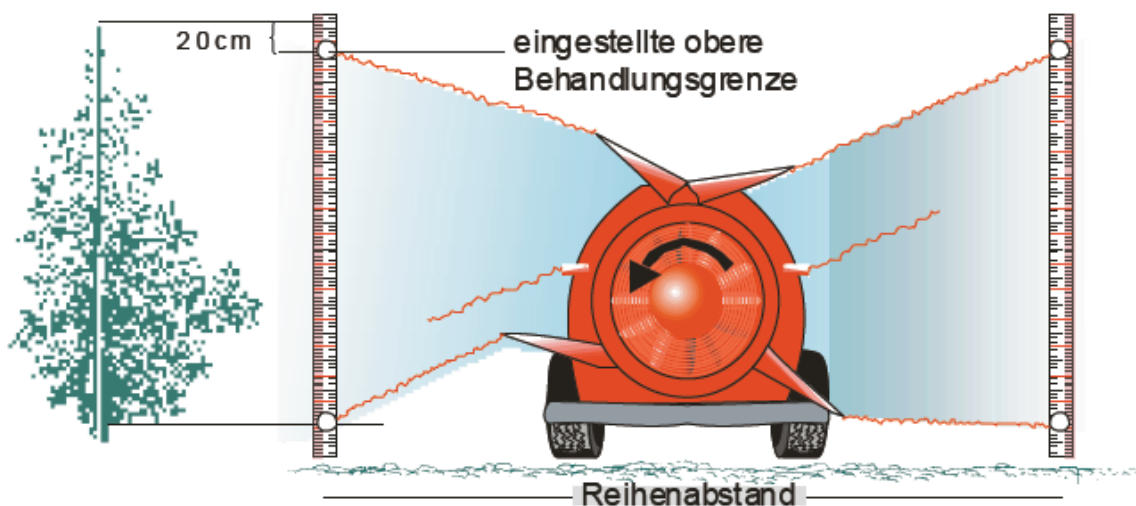

Abb. 1: Einstellen der Luftleitbleche auf die Behandlungsgrenzen
1.) Festlegen des zu behandelnden maximalen Höhenbereiches (Abb. 1)
2.) Einstellen der Luftleitbleche¹ (Abb. 1)